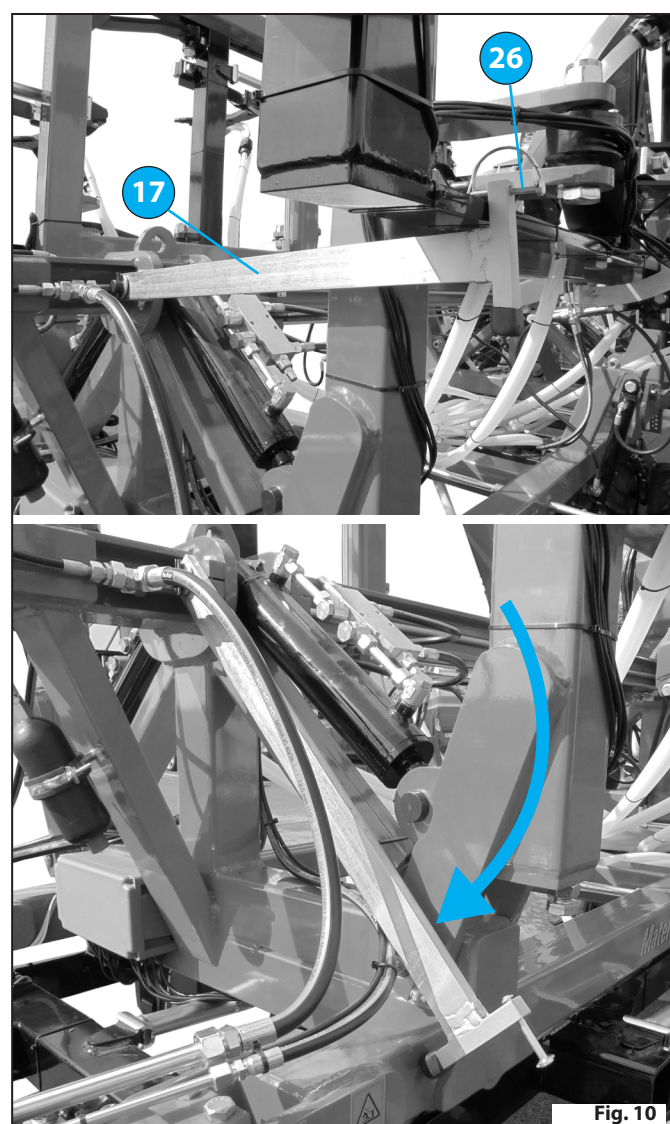

Fig. 10
- Odczepić sworznie (26), opuścić ramiona zabezpieczające (17) aby móc rozłożyć ramiona boczne ramy "Fig. 10".